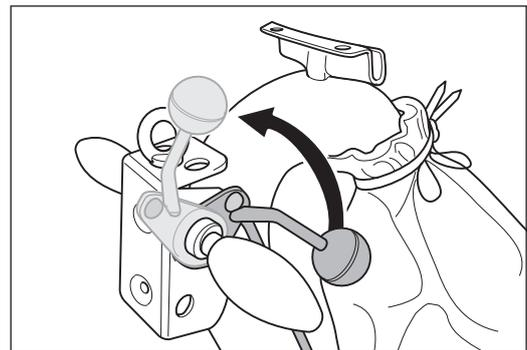

Abb. 29 Den Ablasshebel am Handgriff bis zum Anschlag nach oben ziehen. Dadurch wird die Schleifwalze vom Boden abgehoben.
- Vor dem Einschalten der Maschine immer die Schleifwalze vom Boden abheben (Abb. 29)!
- 1 Ziehen Sie den Ablasshebel am Handgriff bis zum Anschlag nach oben (Abb. 29). Dadurch wird die Schleifwalze vom Boden abgehoben.
- Vor dem Einschalten der Maschine **immer** die Schleifwalze vom Boden abheben (Abb. 29)!